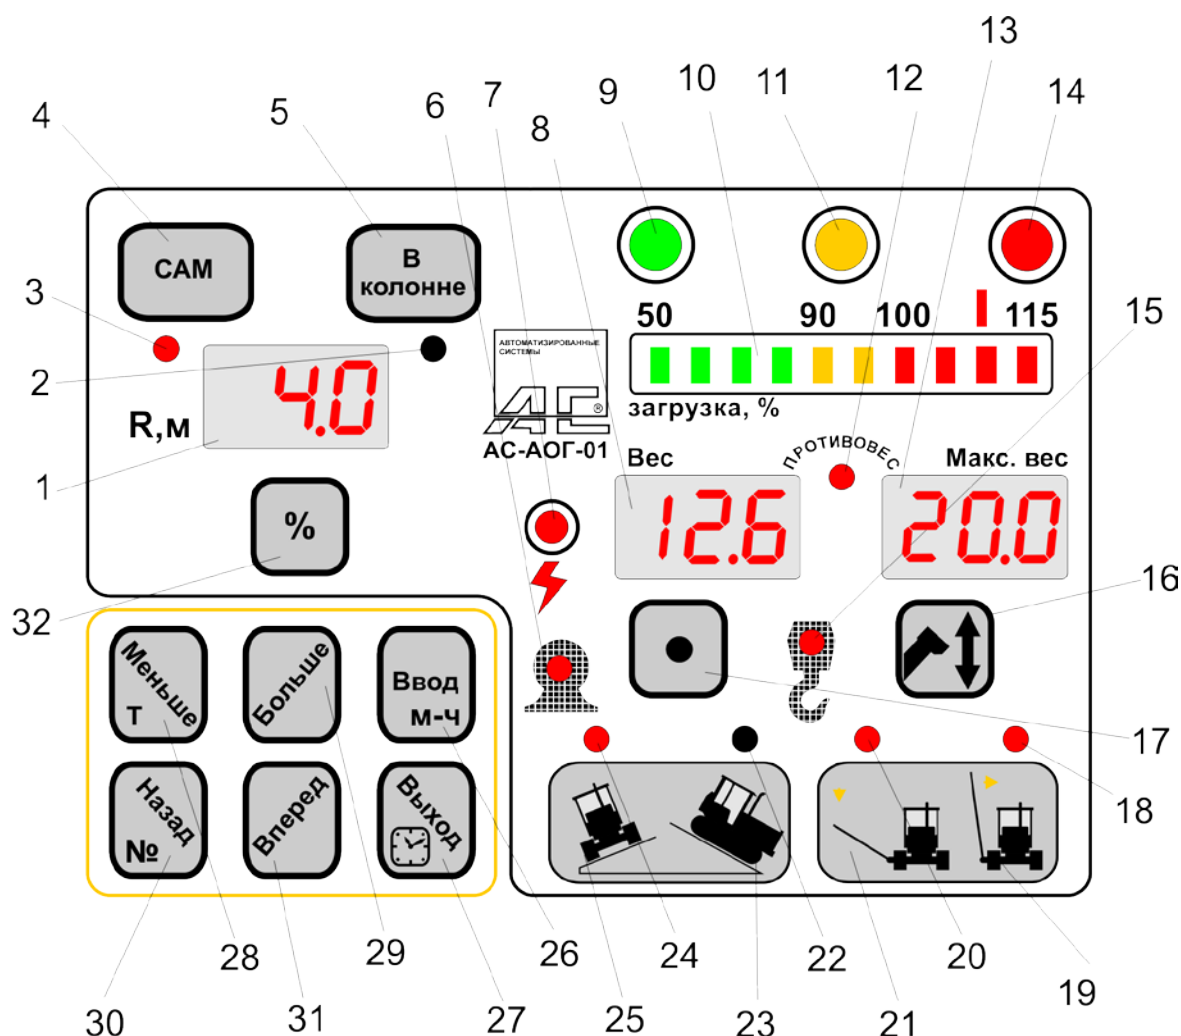

Рис. 4
6.4.7. На панели индикации и управления блока АОГ, Рис.4, расположены: линейный аналоговый индикатор загрузки, 3 цифровых дисплея, характеризующих режим работы крана, кнопки управления, кнопки включения и выключения различных видов ограничений координатной защиты и индикаторы, характеризующие состояние системы после нажатия соответствующих кнопок.